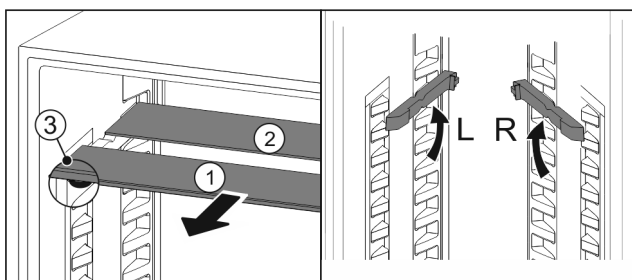

Fig. 133
- ▶ Skleněné desky jednotlivě vytáhněte dopředu Fig. 133 (1).
- ▶ Skleněná deska Fig. 133 (1) s ozdobnou lištou leží vpředu.
- ▶ Zářezky Fig. 133 (3) směřují dolů.